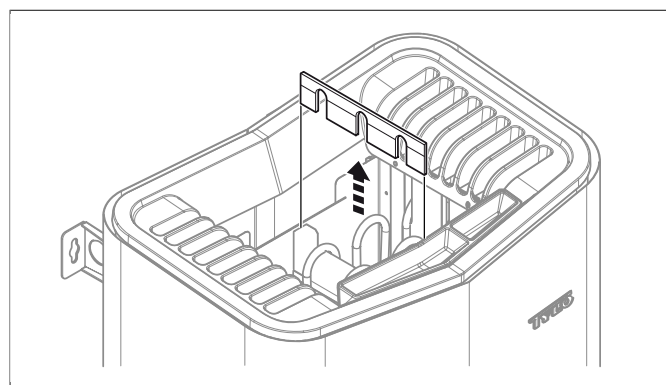

Fig 6: Dégager la plaque qui maintient les résistances en place
1. Dégager la plaque qui maintient les résistances en place (voir **Fig 6**, page 4).